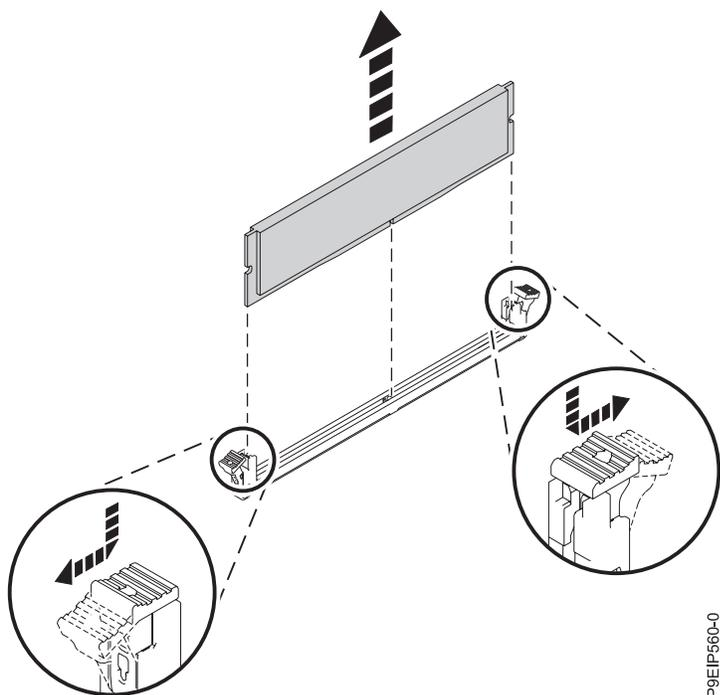

Figura 19. Extracción del DIMM de memoria
- b. Desbloquee la memoria DIMM empujando simultáneamente las pestañas de bloqueo hacia fuera de la memoria DIMM, en la dirección que se muestra en la Figura 19. Asegúrese de desbloquear ambas pestañas a la vez. La acción de la palanca de apertura de las pestañas empuje de la memoria DIMM hacia fuera de la ranura.